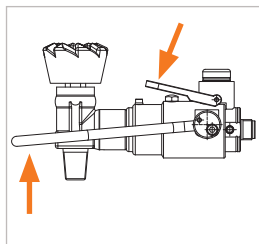

Figure 10
- ▶ Maintenez le dispositif de verrouillage (n° 8) appuyé en position inférieure et relevez ensuite l'actionnement (n° 1) vers le haut (Figure 10). La connexion à la vanne de la bouteille est ainsi desserrée et le connecteur peut être retiré en position droite par l'arrière.